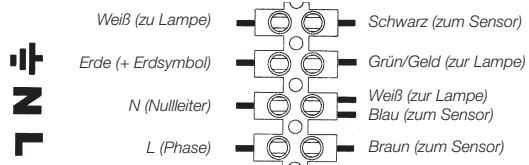

Abb. 2B
- Die Abdeckung des Schaltkastens entfernen. Die Kabdurchführung und die Zugentlastung entfernen. Das Anschlusskabel (3G 0,75) durch die Kabeldurchführung und die Gummidichtung ziehen. Die drei Leiter des Netzkabels an die Lüsterklemme anschließen: Phase, Nullleiter, Schutzerde (Abb. 2B). Siehe Kennzeichnung in Schaltkasten.